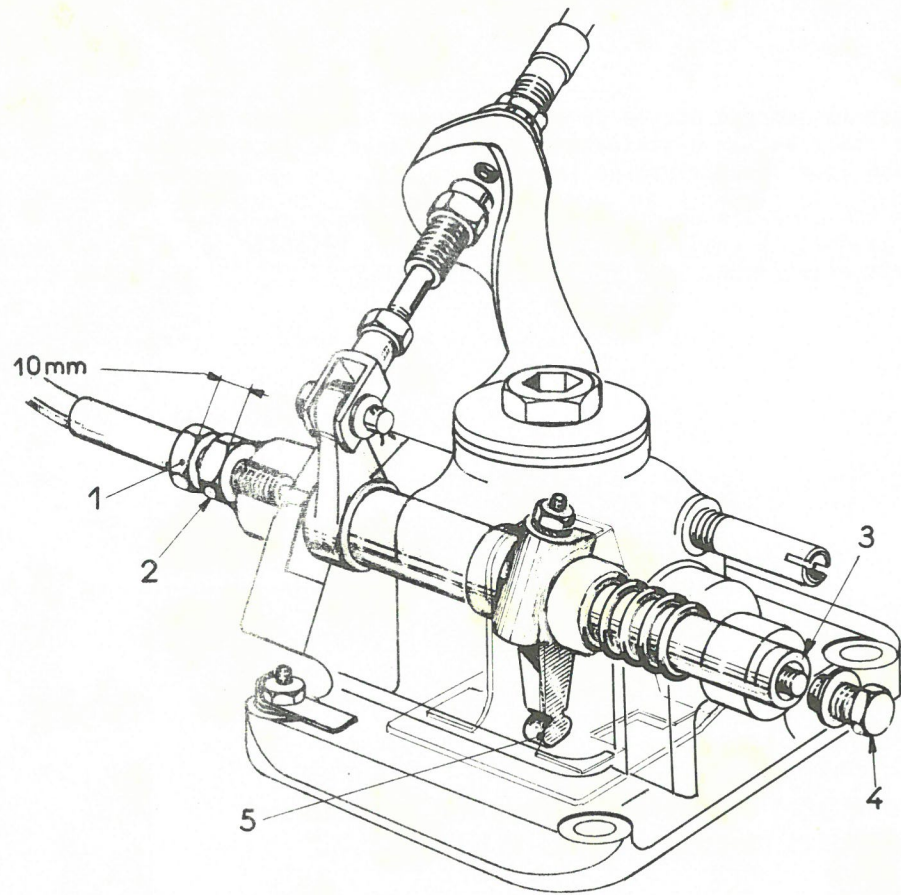

Fig.13
- 3) Désaccoupler la commande de sélection des vitesses (Fig.13). Déposer la vis de réglage (4) du câble de sélection, ainsi que la rondelle. Débloquent le contre-écrou (2) et dévisser l'embout du câble (1). Dégager le câble du couvercle supérieur.
Accoupler la Cde de sélection des vitesses Fig. 13 et 16.